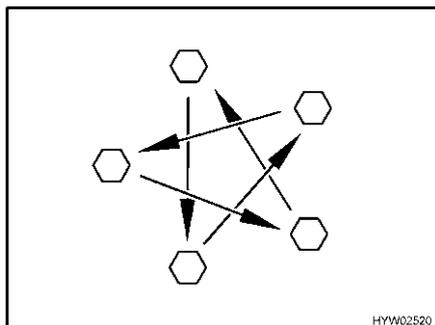

Fig. 195 Serrer en croix les écrous ou les boulons de roue
- Vérifier régulièrement le serrage des écrous ou des boulons de roues. Resserrer tous les écrous ou les boulons de roue 50 km après le changement d'une roue (Fig. 195).
- Si des jantes neuves ou repeintes sont utilisées, alors resserrer les écrous ou les boulons de roue une fois de plus après env. 1 000 à 5 000 km (Fig. 195).
- ▷ Serrer en croix les écrous ou les boulons de roue (Fig. 195).